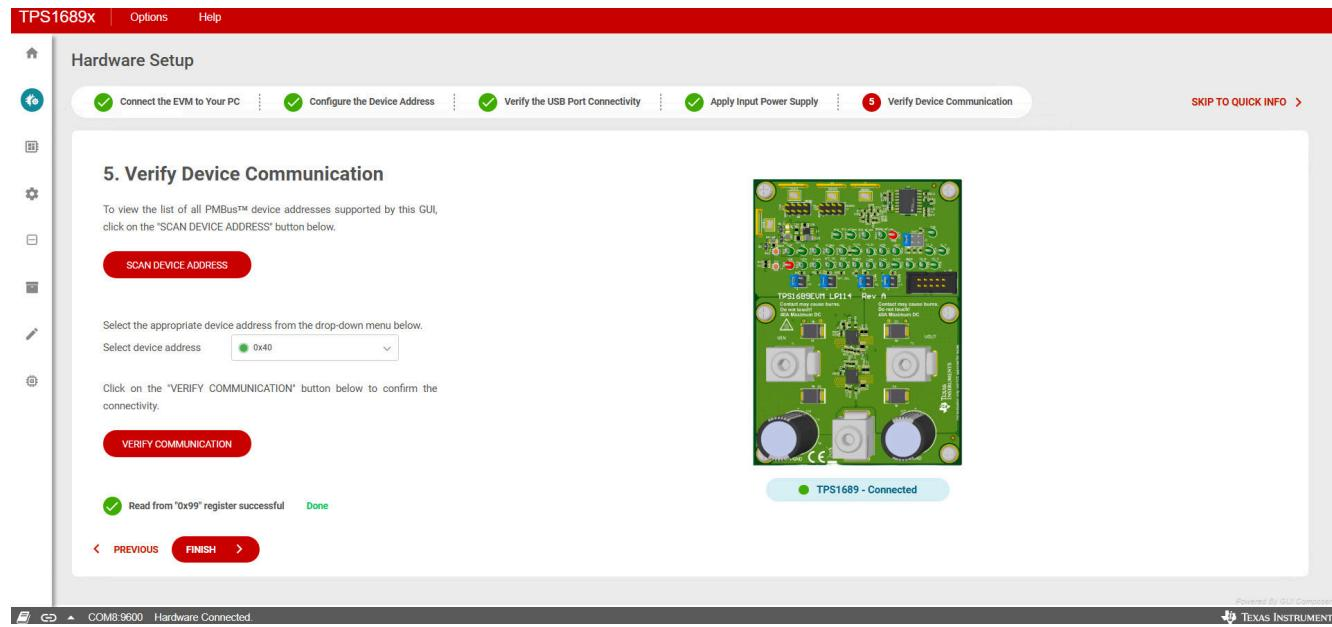
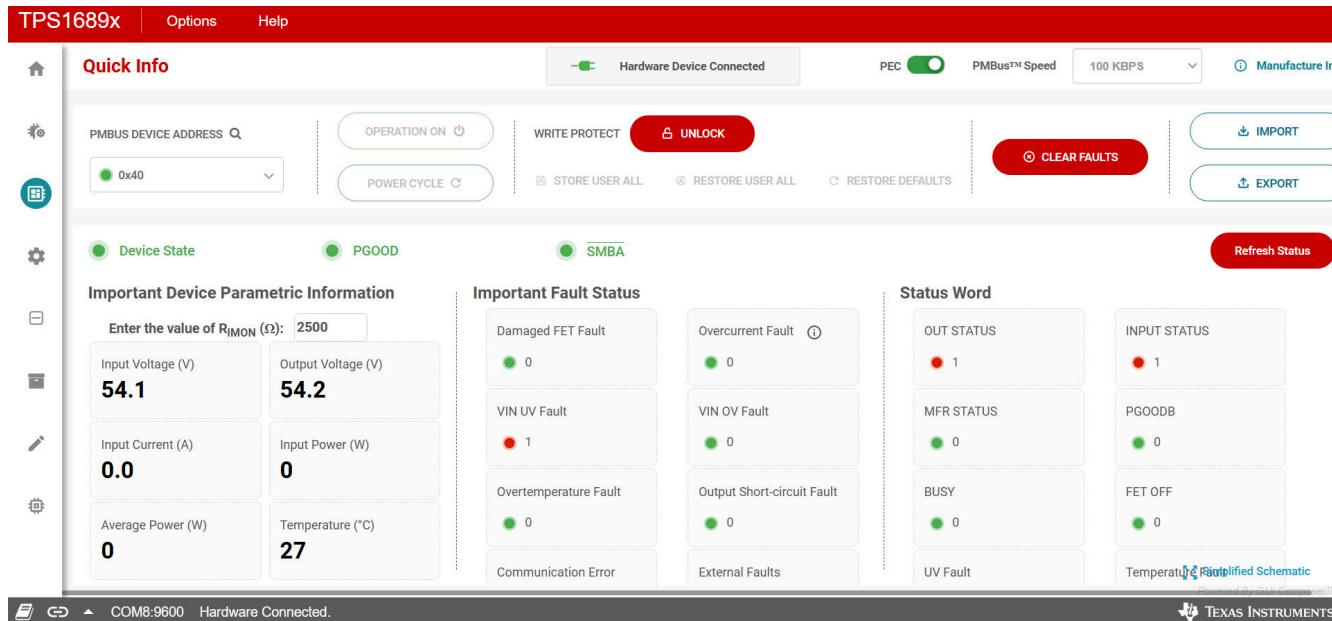

图 4-4. TPS1689EVM-GUI：验证器件连接
图 4-5. TPS1689EVM-GUI : 快速信息
确保仔细完成所有步骤，并在完成前面列出的全部四个步骤之后在 图 4-4 所示的 *Hardware Setup* 页面中的步骤 5 验证器件通信。
如 图 4-5 所示，用户在验证器件通信后，点击 **FINISH** 图标可转到 *Quick Info* 页面，如 图 4-4 所示。如 图 4-5 所示，也可以通过点击 GUI 左侧的 *Quick Info* 图标来访问该页面。*Quick Info* 页面提供以下功能。
只能通过更新 GUI 中的 R_{IMON} (如 图 4-5 中的红圈所示)，使其与 EVM 的 IMON 引脚上的电阻相匹配，来获得正确的输入电流 (A) 和输入功率 (W) 值。